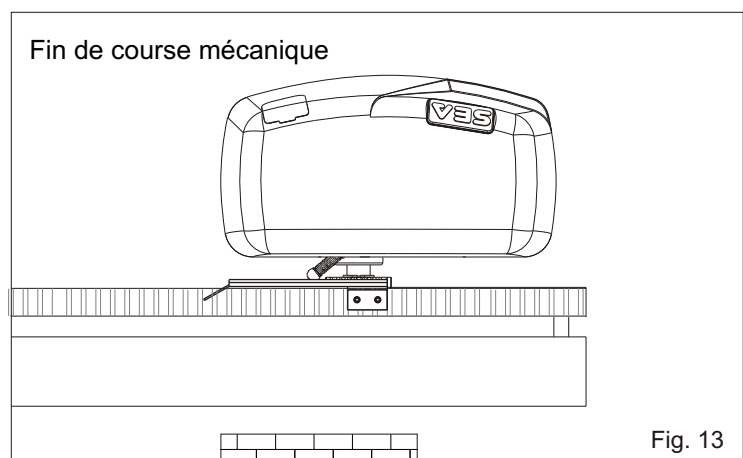
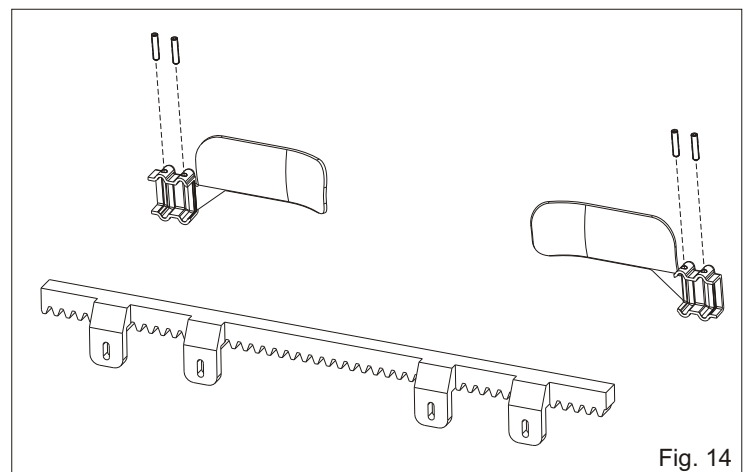

Fig. 13
Fig. 14
- Placer la plaque sur la crémaillère afin d'avoir la manette du fin de course (fig. 13) en correspondance de la tôle et la fixer avec des vis (fig. 14).